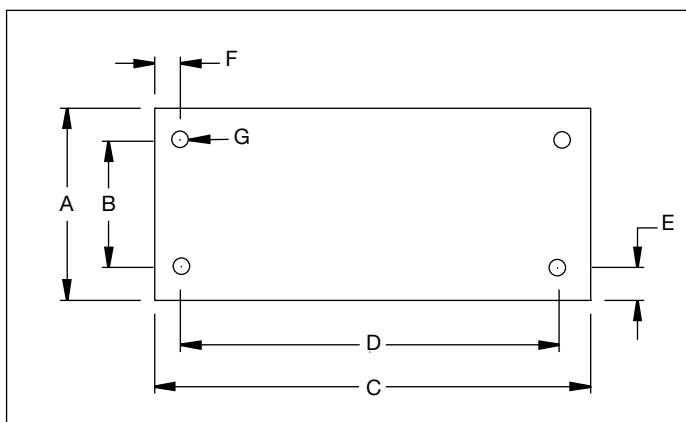

Figuur 2, ZA4 Ontluchtinstallatie
4.1 Ontluchtingsdop reservoir (zie figuur 2)
Controleer het oliepeil van de pomp voor het starten. Verwijder zondig de vuldop om olie bij te vullen. Zorg er altijd voor dat de cilinders volledig zijn ingetrokken voordat u de olie in het reservoir giet. Zie figuur 2.